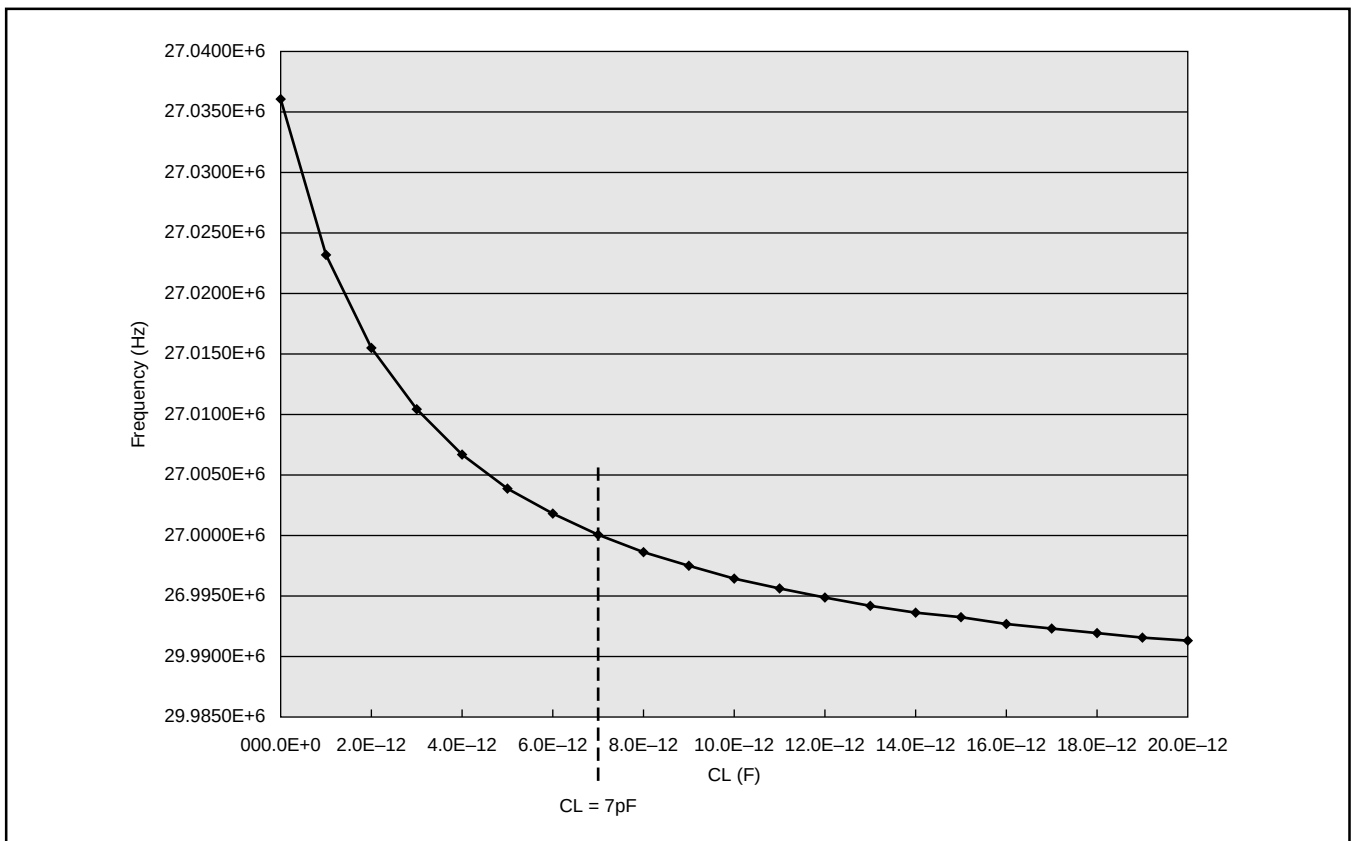

図5. 負荷容量CL対発振周波数
これらの負荷容量対発振周波数の関係を図5に示します。また、代表的負荷容量での発振周波数を表IIに示します。負荷容量7pF以上の条件でのクリスタル発振子を使用する場合は、図5および表IIにより換算された各負荷容量における発振周波数の仕様でのオーダーを行って下さい。
- この標準仕様のクリスタル発振子の入手が難しい場合、図5、表Ⅱに示したように例えば、 $CL = 15\text{pF}$ 、 $F_0 = 26.9931\text{MHz}$ といった仕様でのクリスタル発振子の使用も可能である。